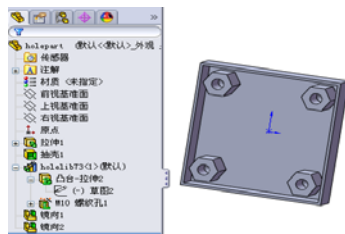

图 5-56 镜向特征后的模型
⑤利用特征镜向最后生成如图 5-56 的零件模型。
⑥选择 [文件] | [另存为] 命令，将零件另存为 hole . sldprt。